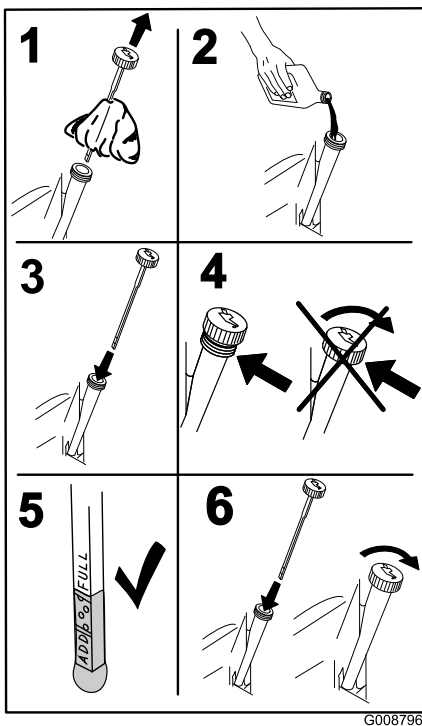

Bild 50
5. Gießen Sie langsam ungefähr 80 % der angegebenen Ölmenge in den Einfüllstutzen und füllen Sie dann vorsichtig mehr Öl ein, um den Ölstand an die Voll-Marke zu bringen (Bild 50).